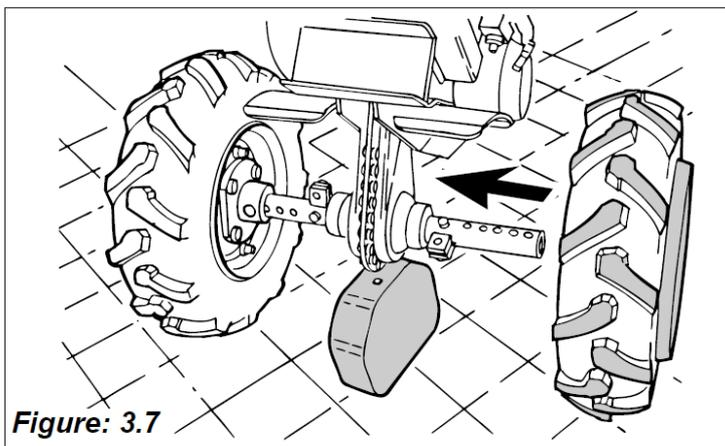

Figure: 3.7
8) Incliner légèrement la motobineuse sur la roue déjà prémontré repositionner le contreponds debout, sous la boîte afin de pouvoir monter l'autre roue (Figure: 3.7).